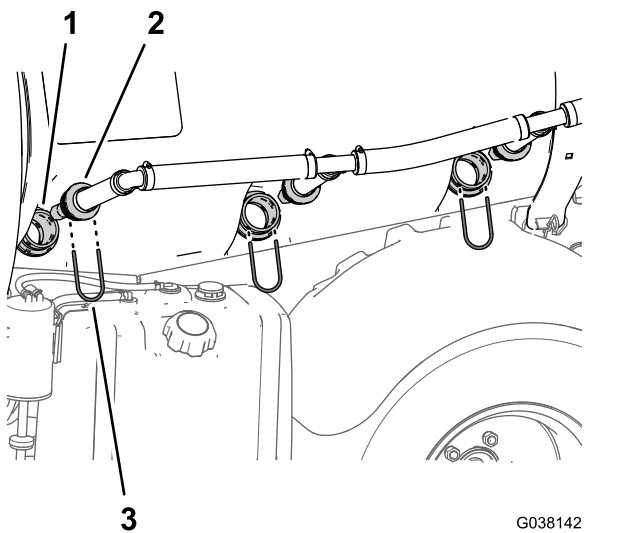

Рисунок 20
1. Снимите 3 держателя, которые крепят сопла перемешивания к переходным штуцерам на левой стороне бака опрыскивателя (Рисунок 20).
2. Снимите сопла перемешивания с переходных штуцеров (Рисунок 20).